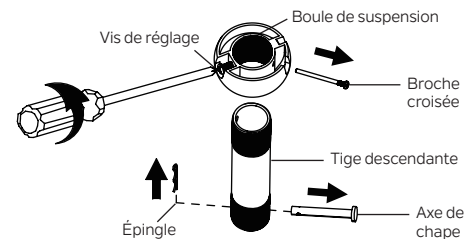

Fig. 6
**Étape 2.** Retirez l'épingle et l'axe de chape de l'ensemble de tige de descente, conservez-les pour une utilisation ultérieure. Retirez la boule de suspension de l'assemblage de la tige descendante en desserrant les vis de réglage, en retirant la goupille transversale et en tournant la boule hors de la tige. (Fig. 6)